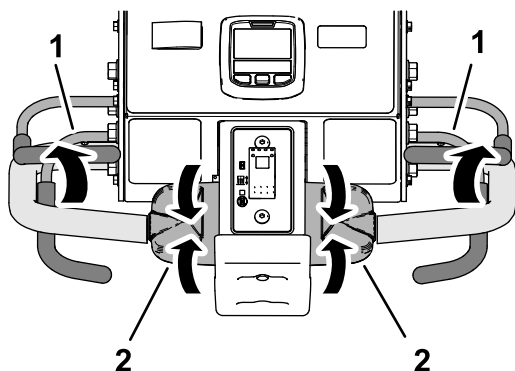

Figura 98
1. Rilasciate il comando di trazione e lasciatelo tornare in FOLLE, quindi rilasciate la barra di presenza dell'operatore (Figura 98).